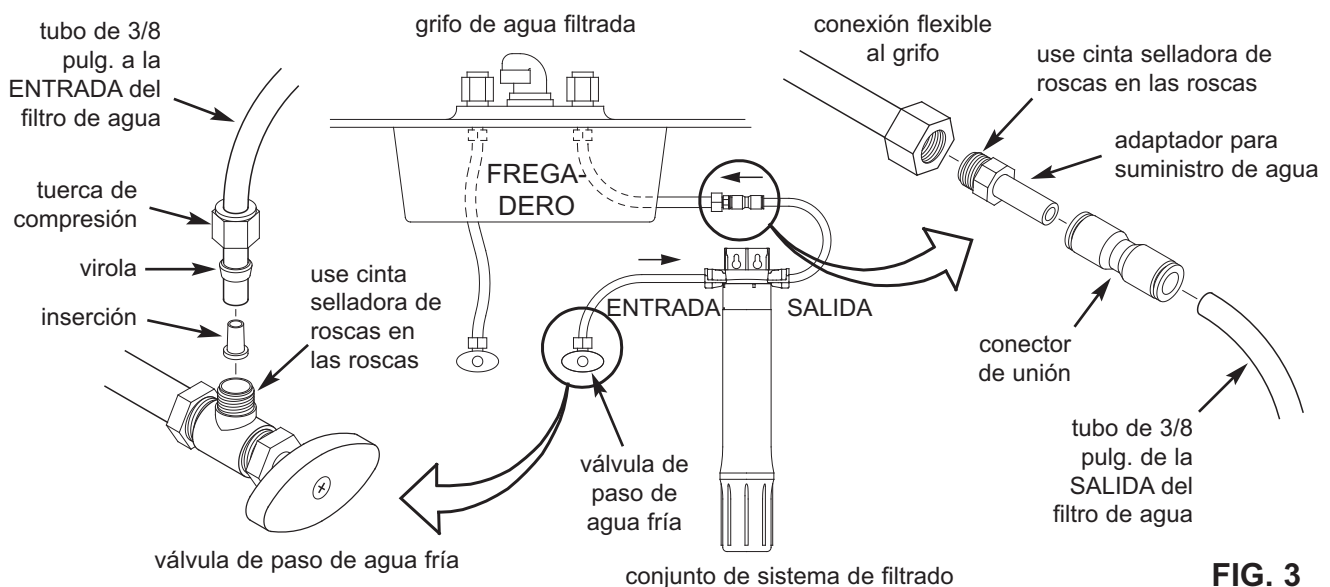

FIG. 3
Al planear la instalación, consulte **los códigos locales de plomería y cúmplalos**; luego instale las uniones para conectar el filtro debajo del fregadero a la tubería de agua fría del fregadero. Se incluyen uniones (rosca 9/16-24) y tubo de 3/8 pulg. de D.E. a fin de proporcionar conexiones desde y hacia la entrada y salida del filtro debajo del fregadero. En la Fig. 3. se ilustra una conexión típica con las uniones para suministro de agua que se incluyen.
3. Encuentre una pieza de la tubería de 3/8 pulg. suministrada, más la tuerca de compresión, la virola y la inserción de tubería que se incluyen. (Vea la Fig. 3). Monte las piezas en el tubo, como se ilustra en la Fig. 3, y enrosque la tuerca de compresión en la válvula de paso de agua fría. Apriétela para lograr una conexión a prueba de fugas.